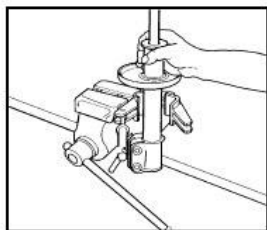

Рисунок III-10
v. Снимите верхнюю чашку пружины. (см. Рисунок III-10)